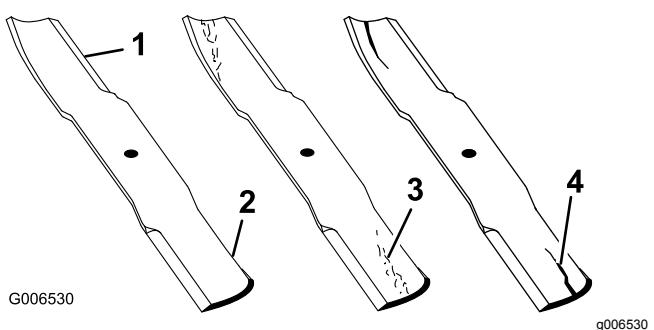

Figura 89
1. Controllate i taglienti (Figura 89).
4. Se notate incrinature, usura o scanalature in questa zona, montate immediatamente una nuova lama (Figura 89).